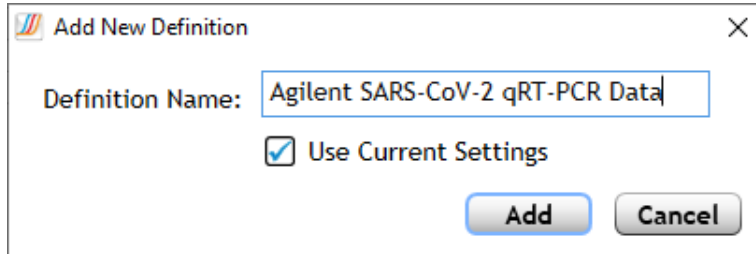

Figura 26 Caixa de diálogo Add New Definition do Aria
- c No campo Definition name, digite **Agilent SARS-CoV-2 qRT-PCR Data**. Consulte a **Figura 26**.